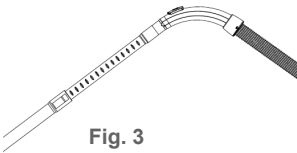

Fig. 3
Conecte el tubo de succión (14) al extremo curvo de la manguera de succión (16) (Fig 3).